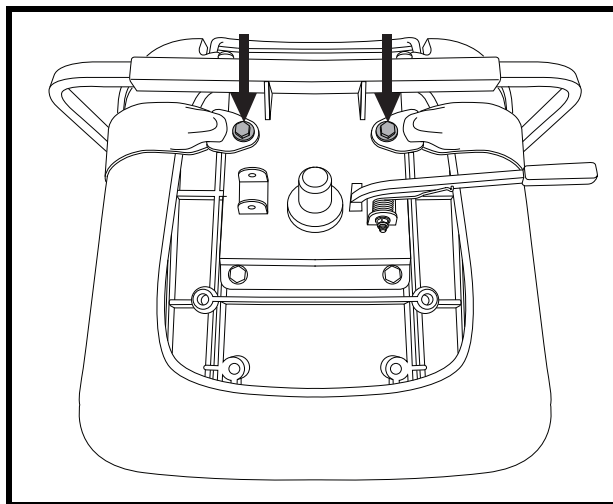

Abb. 21. Befestigungsschrauben des Rückhalteturkes
Ihr Elektromobil ist mit einem KFZ-typischen Rückhalteturk ausgestattet, der dem Benutzer angepaßt werden kann. **Siehe Abb. 21.** Der Rückhalteturk wurde konzipiert, um ein Auf- oder Abwärtsrutschen des Fahrers zu verhindern. Der Rückhalteturk ist nicht als Rückhaltesystem entwickelt worden.
2. Sitz umdrehen, um die Unterseite einzusehen. **Siehe Abb. 21.**